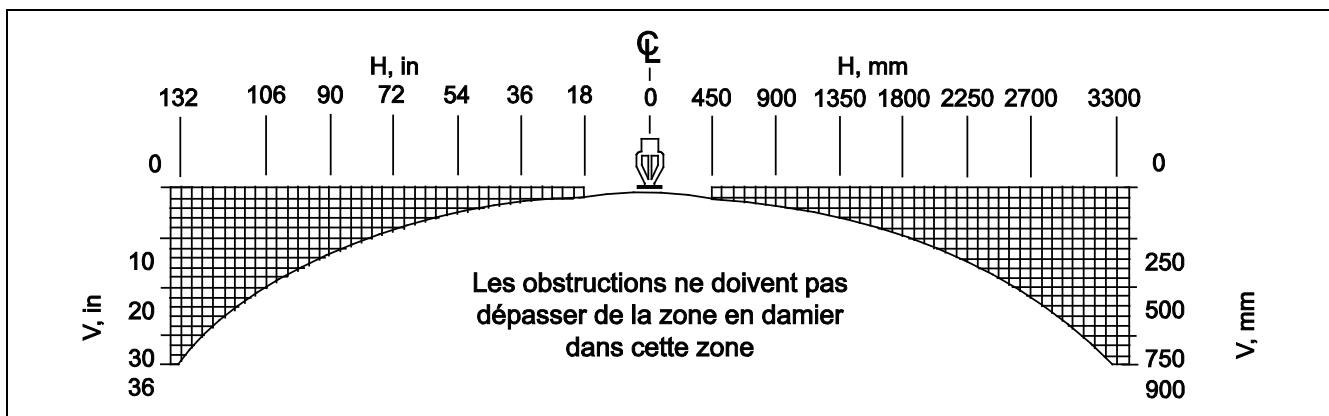

*Fig. 8. Zone d'obstruction au profil de distribution des sprinkleurs hors stockage pendants et debout (à l'exception des sprinkleurs à couverture étendue).*
Outre les recommandations des sections 2.1.3.2.1 à 2.1.3.2.4, installer les sprinkleurs hors stockage pendants et debout à espacement standard conformément à la Figure 8 et au Tableau 6 afin d'éviter que le profil de distribution du sprinkleur ne soit obstrué par un objet situé en toiture ou à proximité. S'assurer que les objets situés à une distance horizontale inférieure à 300 mm du sprinkleur se trouvent au-dessus du plan horizontal du déflecteur du sprinkleur.
Un objet situé en toiture ou à proximité se trouvant entièrement à l'intérieur de la zone en damier des Figures 8 ou 9 n'est pas considéré comme une obstruction au profil de distribution du sprinkleur.
Un objet situé en toiture ou à proximité qui s'étend vers le bas dans la zone située sous le motif en damier, indiquée sur les Figures 8 ou 9, est considéré comme une obstruction au profil de distribution du sprinkleur, sauf dans les cas suivants :
- (a) Déplacer le sprinkleur qui est obstrué afin qu'il respecte les distances horizontales et verticales recommandées dans les Figures 8 ou 9, tout en respectant les recommandations d'installation des sections 2.1.3.2.1 à 2.1.3.2.4.